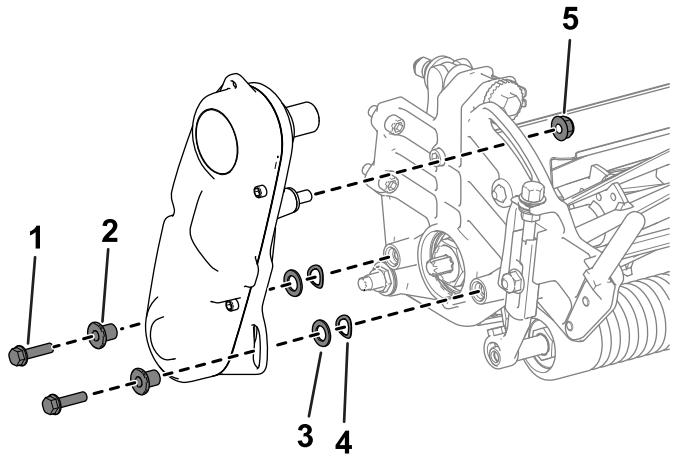

Рисунок 5
- Снимите детали крепления привода барабана в сборе к боковой пластине (Рисунок 5).
- Снимите привод барабана в сборе, плоские шайбы, пружинные шайбы и проставки с боковой пластины (Рисунок 5).